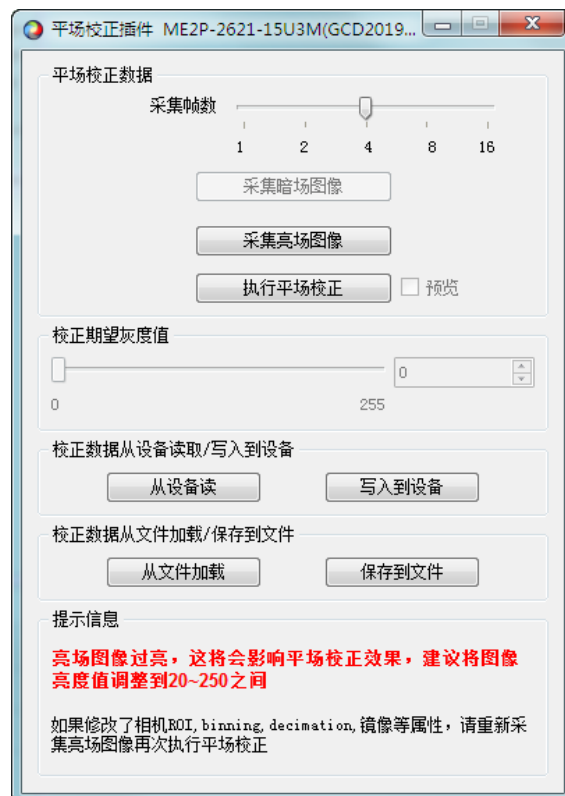

图 9-9 亮场图像过亮
- 5) 如果采集的亮场图像亮度大于 250 时，会在提示框中提示采集的亮场图像会影响平场校正效果，如图 9-9 所示，在这种情况下，建议您调整图像亮度在 20~250 之间，而后重新采集亮场图像。